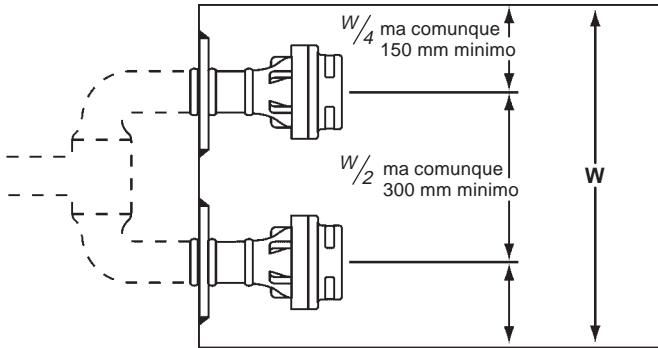

Fig. 7 Installazione con due iniettori in parallelo (vista in pianta)
Posizionare gli iniettori distanziandoli equamente sulla larghezza (W) del serbatoio / vasca per assicurare una razionale miscelazione e la massima circolazione del fluido riscaldato. Lasciare comunque una distanza minima di almeno 150 mm tra iniettori e parete laterale del serbatoio / vasca e di almeno 300 mm tra gli iniettori (fig. 7 e 8)